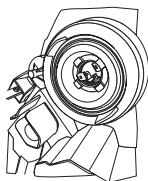

Figura -2
- Assicurarsi che l'attacco sia dotato di una guarnizione impermeabile e di una molla o un meccanismo di aggancio simile. Utilizzare la molla per fissare la lampada come mostrato nella Figura 2.